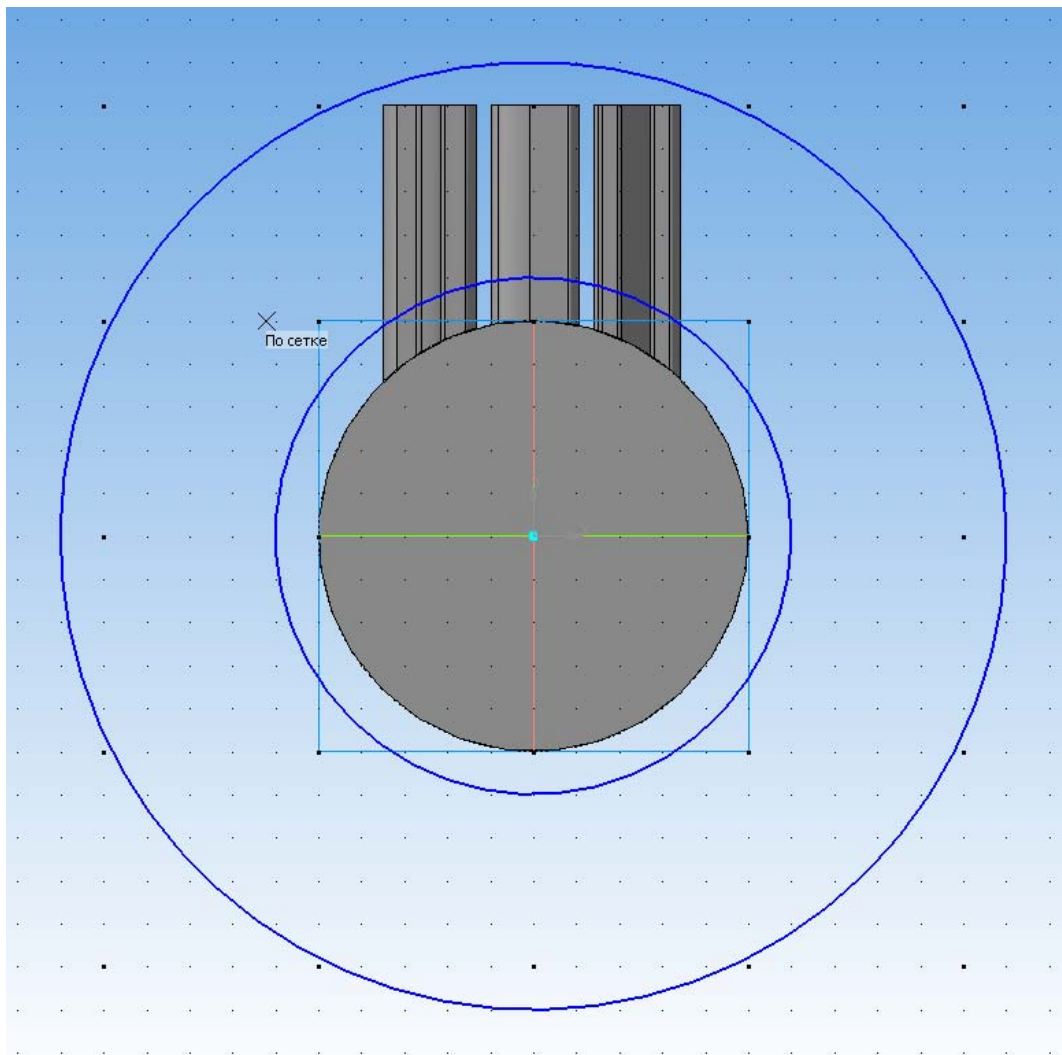

Рис. 25
3. А теперь... остается только срезать лишнее, выполнив срез цилиндрической поверхностью, соосной с исходной. Для этого выберем в качестве рабочей плоскости верхнюю грань цилиндра (чтобы получить на эскизе вид сверху), а затем изобразим эскиз в виде кольца из двух concentric окружностей (рис. 25). При этом диаметр внутренней окружности выбираем таким, чтобы она отстояла от исходной цилиндрической поверхности на нужное нам расстояние «толщины» текста, а диаметр внешней – таким, чтобы она оказалась полностью вне «торчащего» текста. (Если конфигурация детали более сложная, эскиз можно выполнить из других кривых, главное – чтобы область между двумя контурами покрыла срезаемую часть текста, а «линия среза» являлась дугой окружности.)